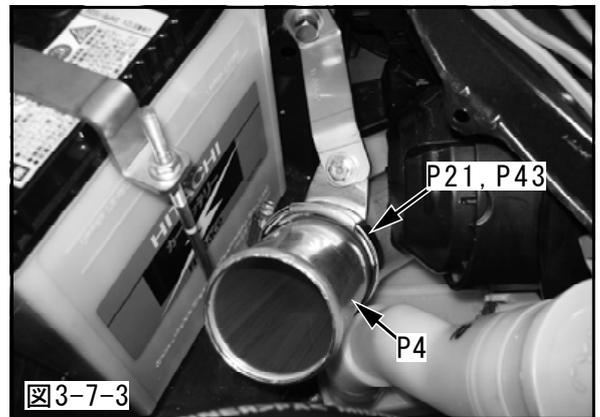

図3-7-3
(3) (1)で仮付けしたパワーフローステーφ60用にインレットパイプNo.3を仮付けしてください。
- (図3-7-3)